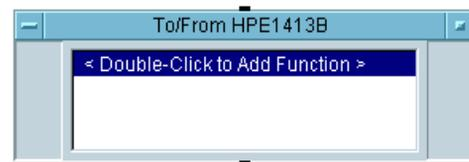

図7-1. To/From VXIplug&playオブジェクト
3. To/From VXIplug&play オブジェクトの輪郭をワーク・エリアの必要な位置に移動して、マウス・ボタンをクリックします。図7-1のようにオブジェクトが表示されます。